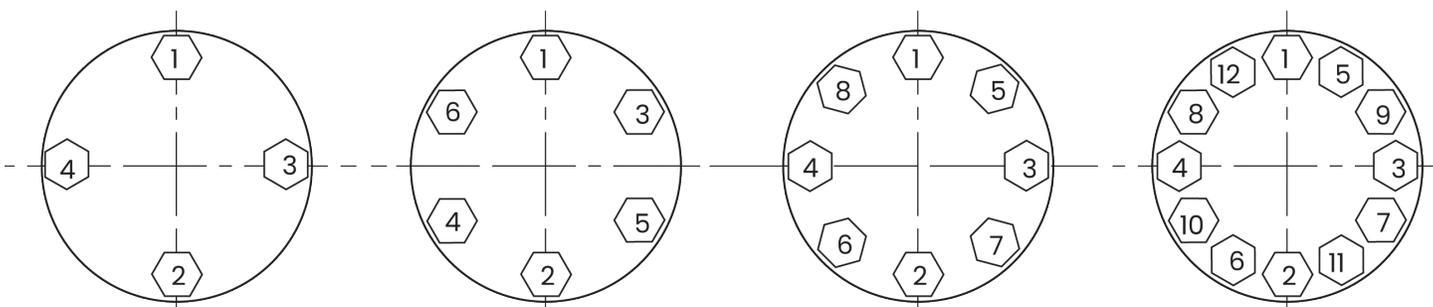

图 5 - 螺栓扭矩和紧固顺序
不能过度拧紧。不可直接敲击座环凸耳。这样会使座环变形, 从而造成无端的座面泄漏。有关座环, 请参阅第 13 页图 5
- E. 安装阀体垫圈 (11)。
**注: 在 PXR 设计中, 螺旋缠绕阀体垫圈 (11) 是标配。每次拆除阀门时必须安装新垫圈。**
- F. 组装阀盖 (8) 和阀体螺柱螺母 (10)。必须正确放置阀盖, 使填料法兰螺柱与流道中心线成 90°。
用适当的螺栓扭矩紧固螺母 (10), 直至出现金属和金属接触。请参考第 13 页图 5 和扭矩表 2 和 3 了解适当的螺栓扭矩和紧固顺序规格。
- G. 插入导槽衬套 (12) 和填料 (6)。有关标准设计的正确填料组装程序, 见第 7.4 节。
- H. 安装填料压紧环 (5) 和填料法兰 (4)。
- I. 安装填料法兰螺柱螺母 (3)